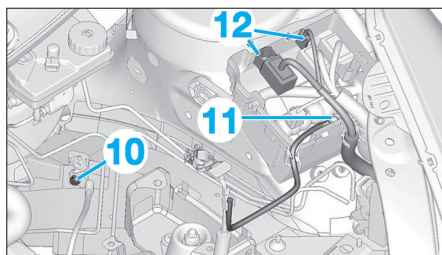

Fig. 47
- la prise de masse sur le brancard gauche (10) (Fig.47),
- l'alimentation du boîtier de servitude moteur (11),
- les connecteurs (12),